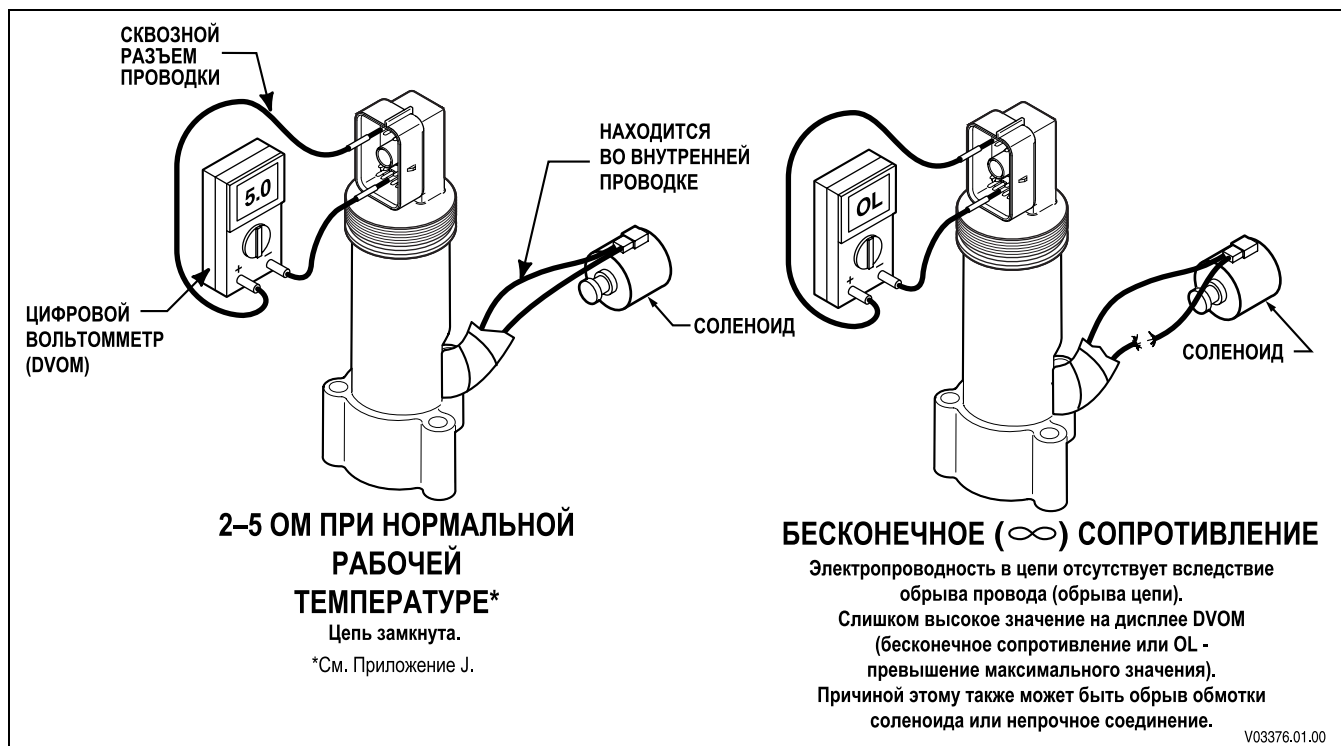

Рис. 4–3. Проверка на наличие электропроводности
- б. Если проверка сопротивления цепи пройдена успешно, проверьте проводку на предмет коротких замыканий между проводами и коротких замыканий на массу (см. рис. 4–4). Для этого выполните следующие операции.
- (1) На разъеме коробки передач подсоедините один щуп цифрового вольтметра/омметра к одному из проводов проверяемой цепи, а другим щупом коснитесь каждой клеммы этого разъема; затем прикоснитесь щупом к точке контакта с массой шасси и к основному корпусу коробки передач. Выполните эту процедуру для каждого провода проверяемой цепи.
- (2) Если в какой-то момент на дисплее цифрового вольтметра/омметра отобразится низкое или нулевое значение сопротивления, либо прозвучит непрерывный звуковой сигнал, между двумя точками подсоединения щупов существует короткое замыкание – межпроводное или короткое замыкание на массу. Указание на короткое замыкание может быть вызвано сращением проверяемого провода. Расположение сростков проводов приведено на схеме в Приложении J. Если короткое замыкание произошло не в результате сращения, изолируйте этот участок и устраните короткое замыкание.